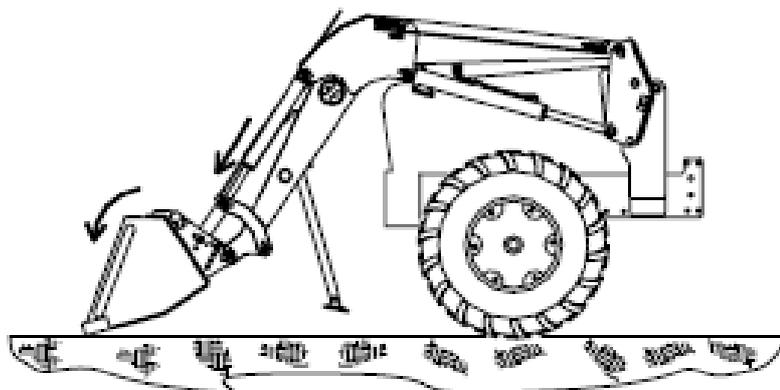

Рисунок 4 - Монтаж погрузчика на трактор
3) Медленно подайте трактор вперед так, чтобы штифт стойки погрузчика соприкоснулся с монтажной пластиной. Управляя ковшом и гидроцилиндрами подъема (рисунок 4) установите штифты стойки в пластину посадочной рамы трактора. Убедитесь, что обе стойки полностью находятся в пластине посадочной рамы.